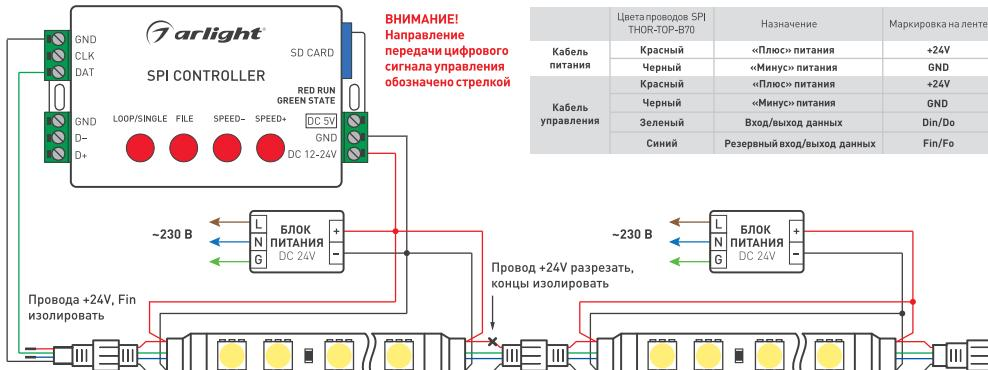

Рис. 1. Схема подключения ленты с использованием SPI-контроллера с одним выходным портом и с использованием раздельных блоков питания
- ↗ Подключите ленту в соответствии со схемой [рис. 1]. Соблюдайте полярность подключения и направление передачи сигнала (вход / выход). Обращайте внимание на маркировку, нанесенную на печатную плату, и на цвета соединительных проводов.